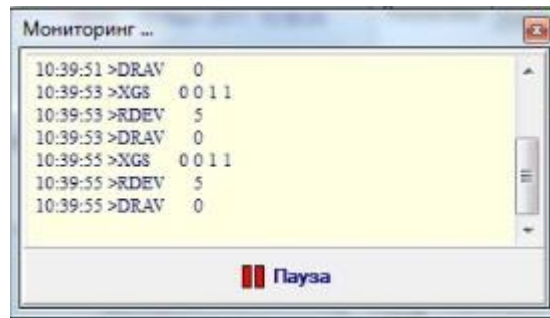

Рис.95 Мониторинг
2. Для вывода на экран диагностической информации следует выбрать пункт **Мониторинг**. Откроется окно **Мониторинг** (Рис.95).